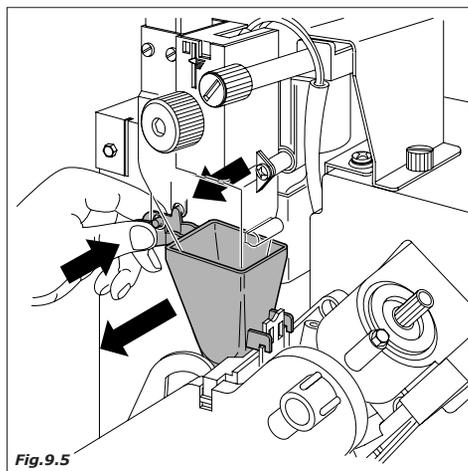

Fig.9.5
- tubo de escorregamento e conduto café (Fig.9.5)